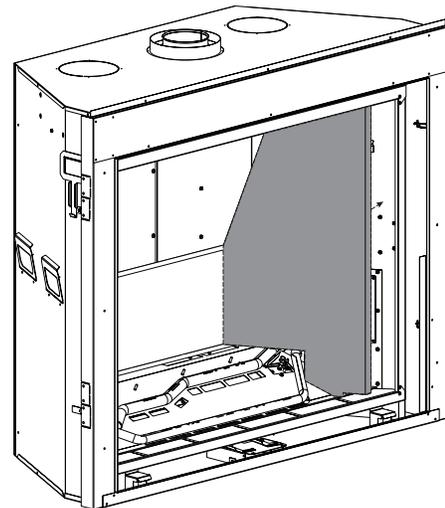

Figure 72
4. Retirer le panneau droit de doublage. **Voir Figure 72.**